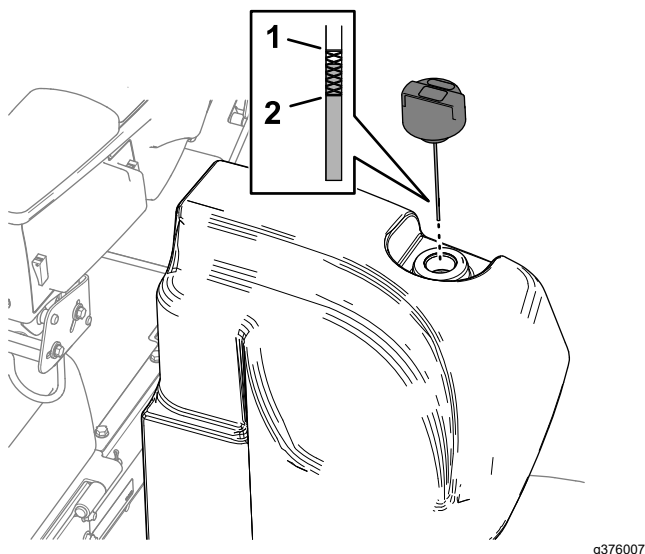

Figura 147
2. Curățați zona din jurul buonului și a capacului rezervorului de ulei hidraulic (Figura 147).